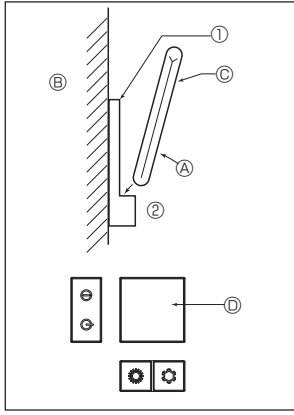

Fig. 7-9
2) Kurulum şekli (Fig. 7-9)
① Uzaktan kumanda yuvasını 2 kılavuz cıvata kullanarak istenilen yere takın.
② Kumandanın alt ucunu yuvarın içine yerleştirin.